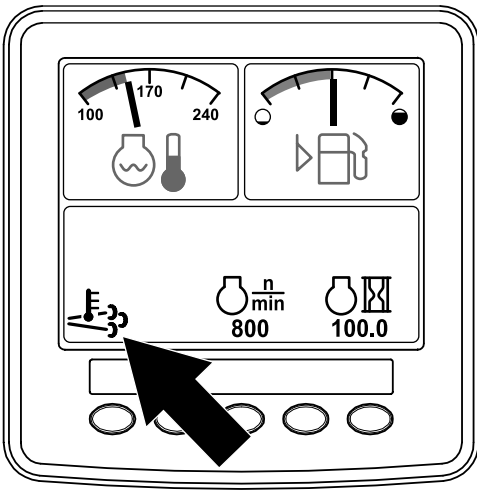

图10
- InfoCenter（信息中心）显示高排气温度图标（图10）。